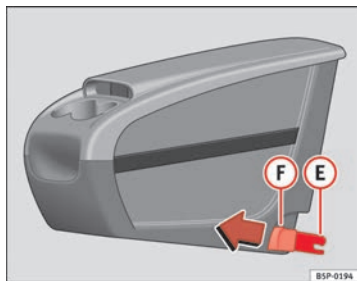
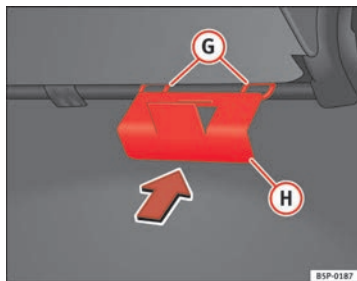

Fig. 111 Portaobjetos móvil. Montaje
Fig. 112 Placa de fijación del portaobjetos móvil
- Coloque desde el interior del vehículo, la placa de fijación **H** ⇒ fig. 112 del portaobjetos móvil, por la parte posterior del asiento. Debe estar situada entre el respaldo y el cojín, en la zona de la plaza central.
- Encare las dos piezas de fijación **E** ⇒ fig. 111, con las dos anillas de fijación **G** ⇒ fig. 112 y presione con fuerza hasta que las dos pinzas clipen totalmente con las anillas.
- Tire de cada uno de los botones ⇒ fig. 111 **F** de las pinzas (botones rojos) hacia delante, hasta oír que ha desclipado.